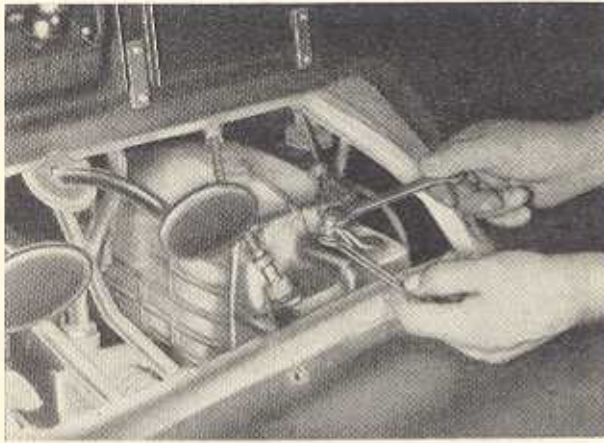

Bild F 2. Abklemmen des Seilzuges für die Freilaufperre
4. Nach dem Heraus-schrauben der fünf Halbrundschrauben das Abdeckblech vom Pedalboden entfernen und den Seilzug für die Freilaufperre abschließen. Vorher ist noch das Gasgestänge an der Gestängewelle zu lösen (Bild F 2).